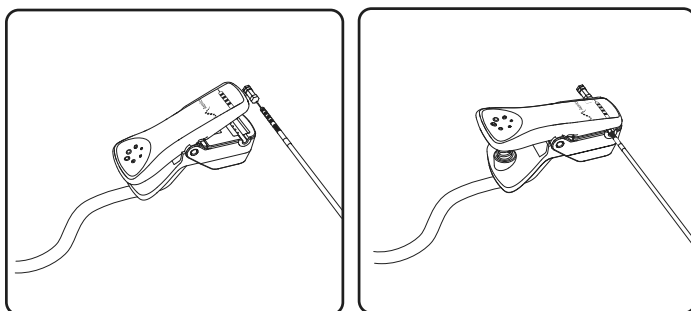

Figura 15. Collegamento del cavo per la stimolazione all'elettrocattero
10. Collegare il cavo dell'elettrocattero per la stimolazione di prova all'elettrocattero stesso (**Figura 15**). Servendosi del CP, assicurarsi che tutti i collegamenti elettrici siano effettuati con tutti e 4 i contatti